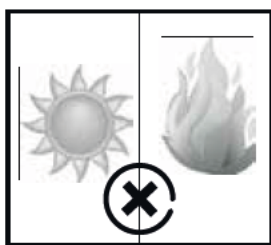

Abbildung 2
- Keinen direkten Sonnenstrahlen aussetzen. Wenn auf die Scheiben Sonnenlicht prallt, wird sich das Betriebsmaß des Produkts erhöhen. Dies führt dazu, dass sich die Temperatur der Waren im Inneren erhöhen und somit ein höherer Energieverbrauch verursacht wird. (Abb. 2)